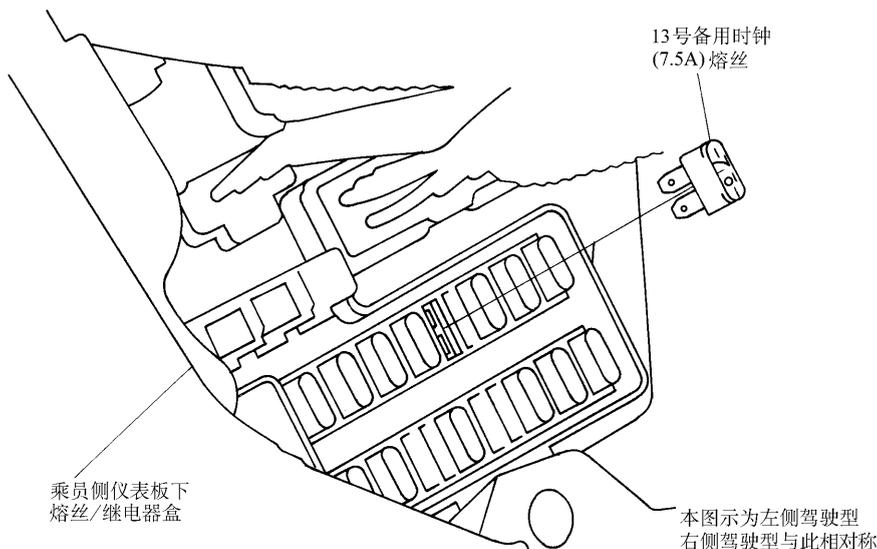

图 3-3 拔下位于乘员侧仪表板下熔丝/继电器盒
(1) 对所有的车型，在确保点火开关断开的情况下，断开蓄电池的负极接线，等待10s以上，故障码会自动清除。
(2) 对 20 世纪 90 年代的车辆，还可拔去位于助手席侧仪表板下熔丝/继电器盒内取下 13 号备用熔丝 (7.5A) (图 3-3)，10s 后可清除故障码。
(3) 最后，要将蓄电池的负极电缆或备用熔丝重新接好。注意，无论是断开蓄电池的负极电缆或拔下备用熔丝，都将清除收录机的设置 (密码) 和时钟设置。